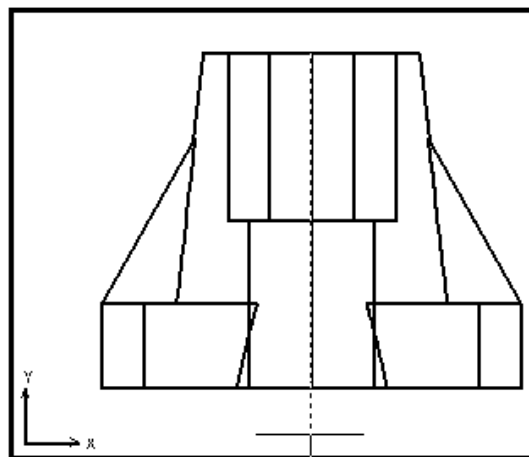

Рис. 40
**Вторая - в режиме «Ortho» «строки состояния». При этом плоскость разреза обозначается штриховой линией (рис. 40).**